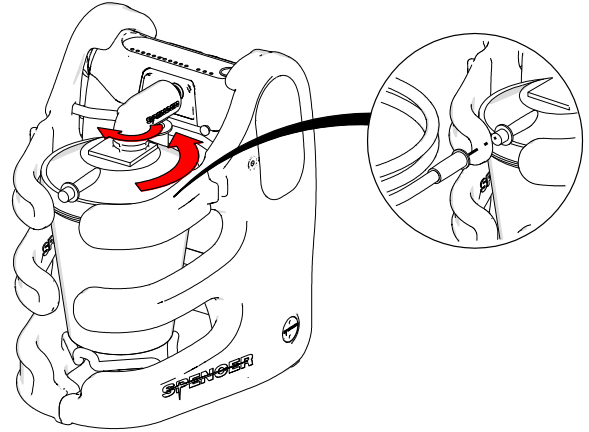

Fig. 8
3. Conecte o tubo do paciente (n° 17 no 3.2) à ficha do recipiente na porta marcada com a palavra "paciente". Verifique se todas as conexões estão apertadas para evitar a fuga de líquidos e vácuo (Fig. 8). Ligue a tubagem do paciente para ao cateter de aspiração compatível (não fornecido) de acordo com as necessidades de utilização.